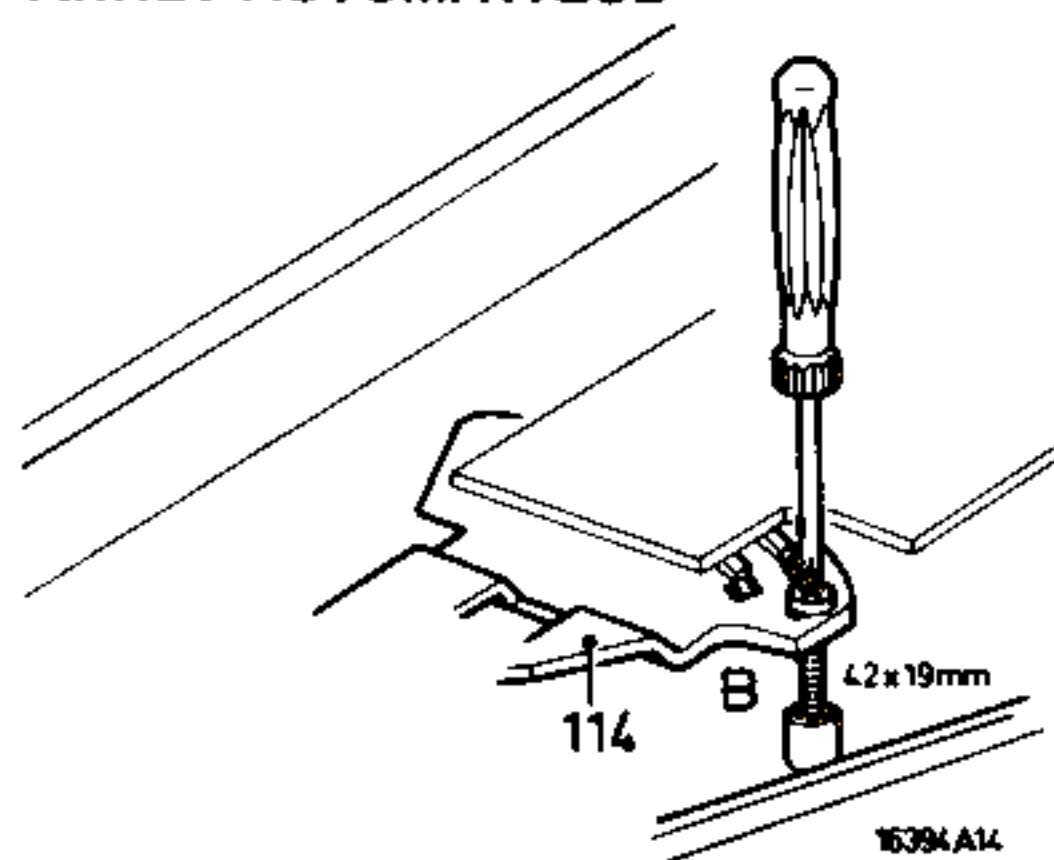

Fig. 7
**3. Adjusting the automatic stop (Fig. 7)**
### 3. Instelling automatische afslag (Fig. 7)
### 3. Réglage de l'arrêt automatique (Fig. 7)
### 3. Einstellung der Arretierungsautomatik (Fig. 7)
### 3. Regolazione del fermo automatico (Fig. 7)